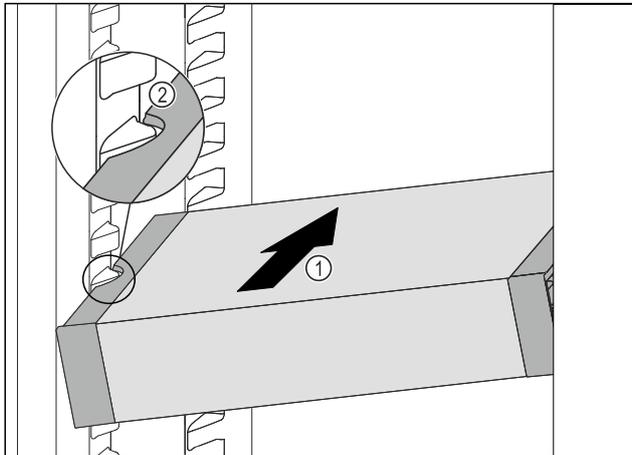

Fig. 75
- Insérer le VarioSafe en biais dans la partie réfrigérateur Fig. 75 (1) jusqu'à ce que les encoches latérales Fig. 75 (2) du VarioSafe se trouvent à la hauteur de la nervure du bac dans la partie réfrigérateur.